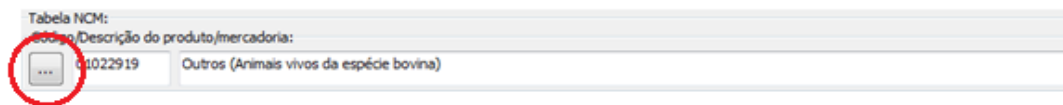
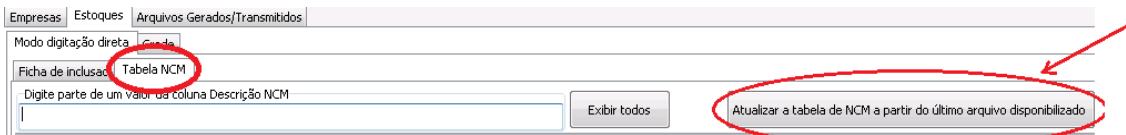

Figura 10: Seleção NCM manual
Figura 11: Filtro de NCM
**Código NCM:** este código é validado em relação à sua existência na tabela NCM tratada pelo aplicativo, tanto no momento da sua inserção direta, quanto no momento de gerar o arquivo XML para envio ou visualização. Para quem opte por utilizar a digitação direta esse código pode ser pesquisado mediante um clique no botão destacado na Figura 10 abaixo, disponível na ficha de digitação dos dados, momento em que será aberta a guia “Tabela NCM” da Figura 11.
Para facilitar a pesquisa do item desejado, o usuário pode digitar na caixa destacada na Figura 11 abaixo qualquer valor ou parte do valor contido na coluna selecionada, o que fará com que apenas as linhas com essas ocorrências sejam exibidas, facilitando, portanto, a seleção. A partir de um duplo clique na linha, o valor é selecionado e transposto para a tela de digitação com preenchimento automático dos campos de código NCM e descrição.